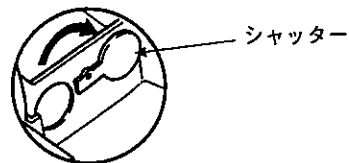

図 16
- (2) 通常は、シリンダカバーに図15のようにシャッターがセットされているので、これを図16のように右側に回してください。